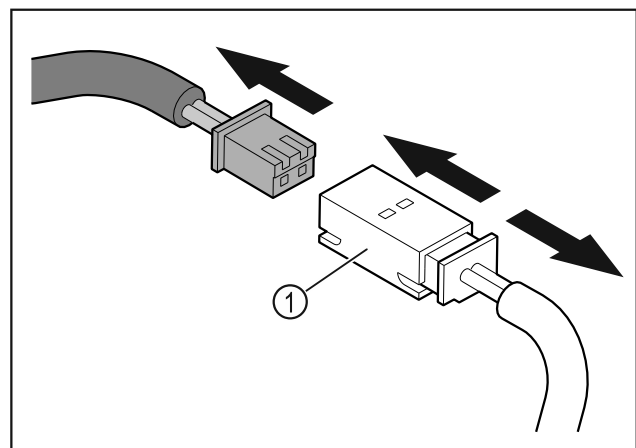

Fig. 13
- ▶ Stecker und Steckerkupplung Fig. 13 (1) ausstecken.